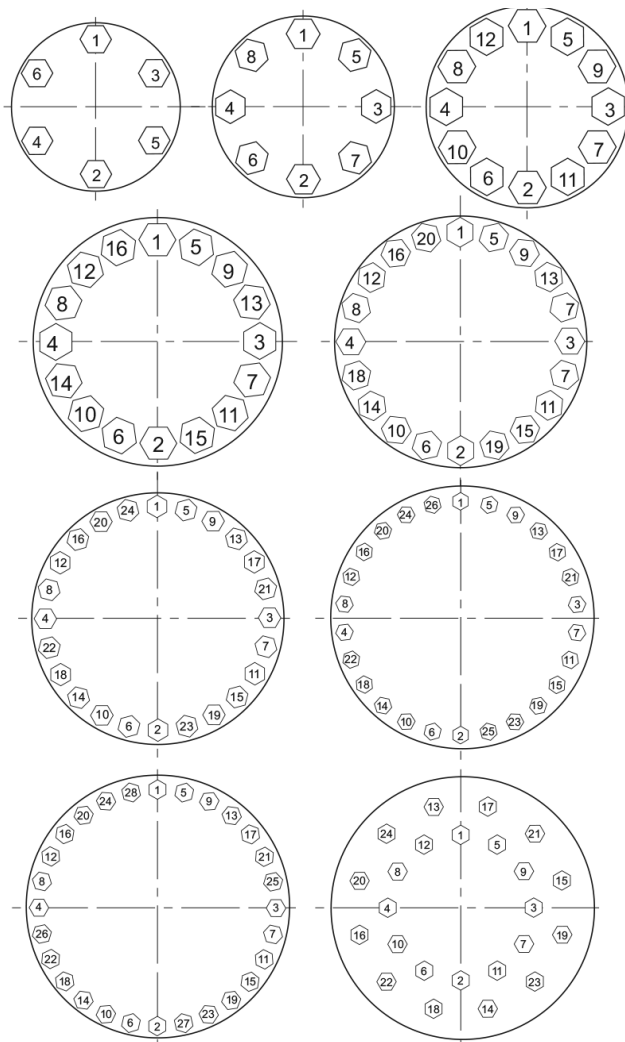

Figura 11. Sequenza di serraggio dei dadi (8).
Stringere in modo uniforme i dadi (8) applicando la coppia indicata nella tabella della Figura 10 e la sequenza di serraggio della Figura 11.